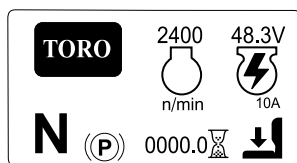

Figura 20
- **Ecran cu informații principale (Figura 20):** afiează informațiile curente ale mainii în timp ce cheia se află în poziția PORȚIT.